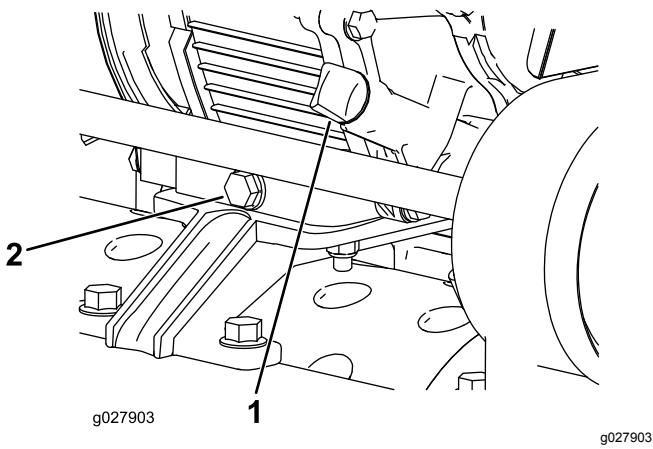

図 29
- 平らな場所に駐車し、オイルゲージ周辺をきれいに拭く図 29。
2. 機体下にあるドレンプラグの下に廃油受けを置く図 29。ドレンプラグをゆるめる。